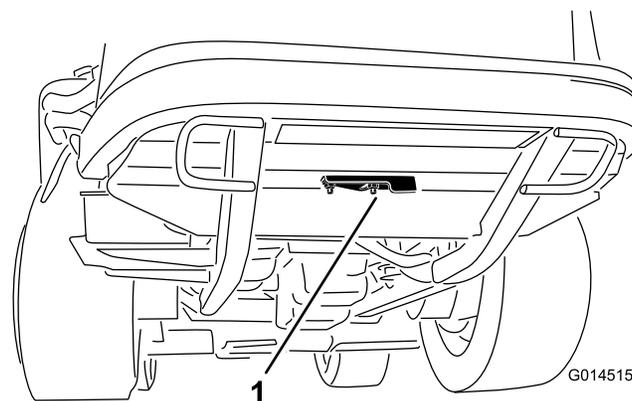

Figura 35
- Desaperte a porca flangeada que prende a cobertura à parte inferior da estrutura traseira (Figura 35). Rode a cobertura para o lado para expor o furo de limpeza no chassis.